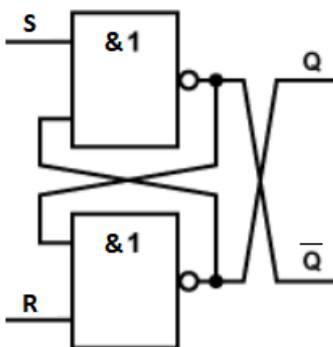

Abb. 12: FF aus NAND-Gattern
Das NAND-Gatter ist eines der wichtigsten Grundfunktionen in der digitalen Elektronik, weil damit z. B. ein Flip-Flop (FF) aufgebaut werden kann (Abb. 12). Diese